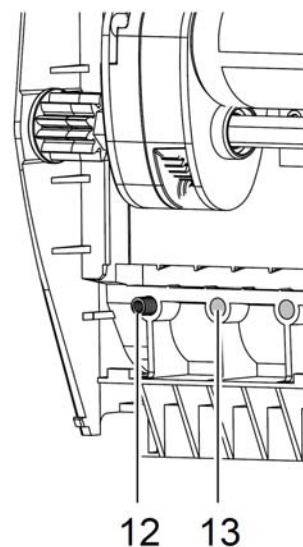

图 23 弹簧
- ▶ 如有需要，可将图23里的弹簧（12）暂放在弹簧固定座上（13）